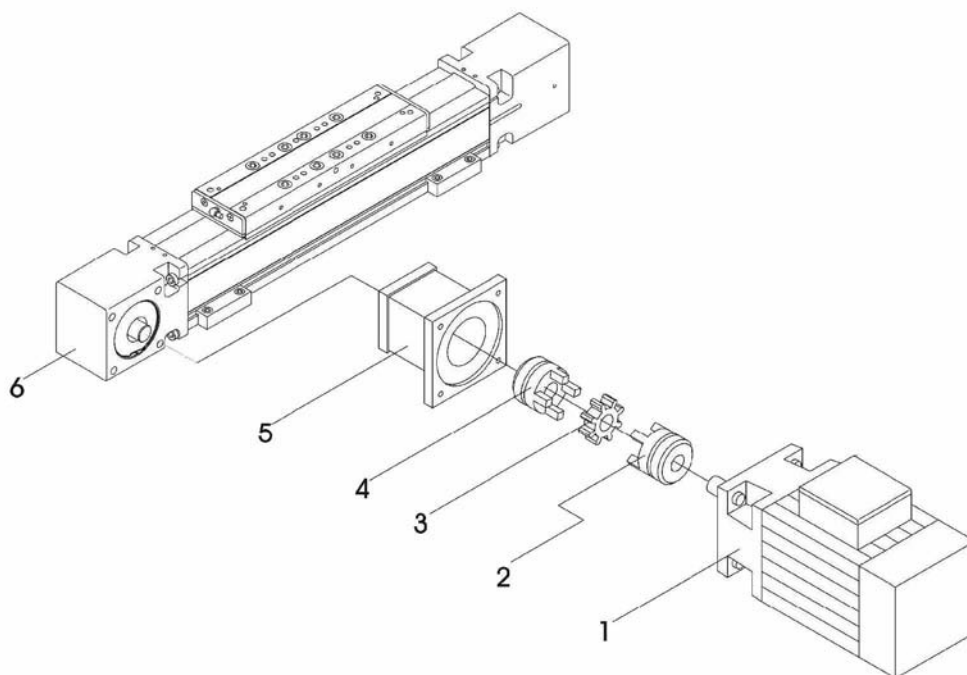

Fig. 6 :
1. **Figure 6 :** poser le moteur (1) à côté de l'unité linéaire en position de montage.
3. Monter une moitié de l'accouplement (4) sur l'arbre d'entraînement de l'unité linéaire.
4. Fixer la lanterne (5) sur le logement du palier fixe (6) avec quatre vis.
5. Pousser le pignon (3) sur le demi-accouplement fixé sur l'unité linéaire.
6. Monter la deuxième moitié de l'accouplement (2) sur le tourillon d'entraînement du moteur.
7. Fixer le moteur avec le demi-accouplement sur la lanterne (5) au moyen de quatre vis. Veiller à ce que des efforts de pression axiale n'agissent pas sur l'arbre du moteur. L'écartement des deux demi-accouplements doit être corrigé le cas échéant.